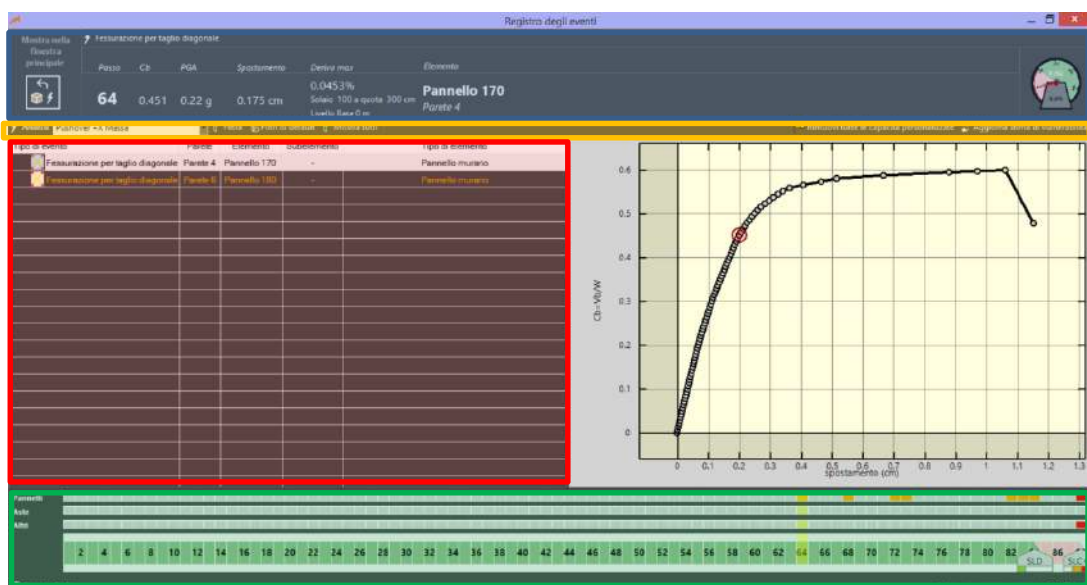

Figura 270. Finestra del registro degli eventi.
- **Scheda di riepilogo** (cfr. Figura 270 – riquadro in blu): che riporta i parametri significativi del passo dell'analisi selezionato. E' inoltre disponibile il comando che consente di accedere alla finestra principale e visualizzare l'elemento soggetto ad un determinato evento. Da questa scheda è possibile leggere, per ogni passo dell'analisi (ivi riportato, sotto la voce Passo), il Cb (cfr. § 11.1.4), la PGA corrispondente e lo Spostamento corrispondente. Viene inoltre riportato la Deriva max di piano (massima deriva di piano dell'edificio viene raggiunto), e il punto di controllo corrispondente. Infine viene identificato l'elemento che subisce l'evento selezionato (ID elemento e parete a cui esso appartiene);
- **Barra dei comandi rapidi**: posta in alto alla finestra, sulla quale è disponibile (cfr. Figura 270 – riquadro in arancio) il menu di selezione dell'analisi che si sta visualizzando, i filtri di visualizzazione degli eventi, che consente di filtrare gli eventi riportati nel registro (al click sul comando Filtra, la barra delle informazioni si espande, visualizzando tutti gli eventi disponibili che è possibile visualizzare, agendo sui filtri corrispondenti) (cfr. Figura 272);
- **Tabella degli eventi**: posta sulla sinistra, che riporta i dettagli degli eventi verificatisi allo step di carico selezionato nella "barra degli eventi" (cfr. Figura 270 – riquadro in rosso);
- **Grafico della curva di capacità**: posto a destra, in cui sono indicati i passi delle analisi (cfr. Figura 270 – grafico);
- **Barra degli eventi**: riportata inferiormente, che consistente in una tabella in cui sono riportati gli eventi che si sono verificati, nel corso dell'analisi selezionata, in funzione della tipologia di elemento coinvolto (pannelli, asta, altro), e del passo dell'analisi selezionata. Tale tabella permette di portarsi al passo corrente, i cui eventi verranno visualizzati nella tabella degli eventi soprastante. Inoltre è possibile modificare il passo in cui vengono raggiunti gli stati limite, riposizionando i corrispondenti "cursori delle capacità" (Figura 270 – riquadro in verde e Figura 271 sui dettagli ).